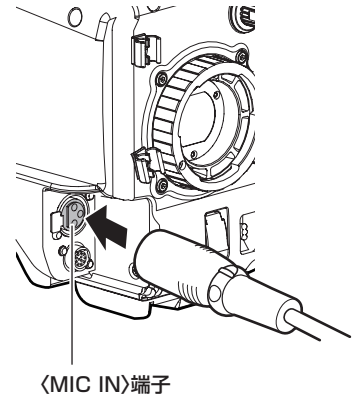

図 3
- 3 マイクの接続ケーブルを本機の〈MIC IN〉端子に接続する。（図 3）